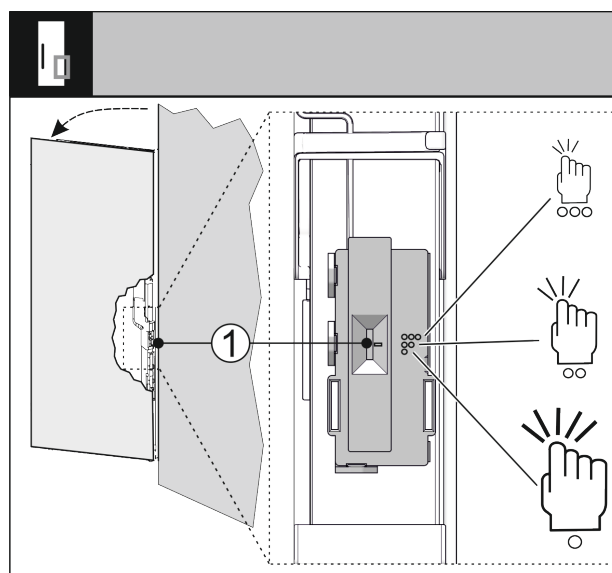

Fig. 34
Citlivosť snímača klopania môžete nastaviť pomocou spínača Fig. 34 (1). Spínač je na strane závesu v spodnej tretine dverí.
- Posuňte spínač Fig. 34 (1) do požadovanej polohy spínača.